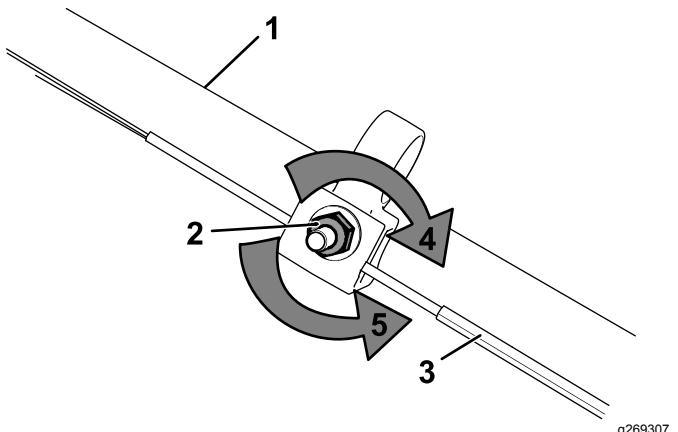

Figura 34
2. Ajuste la tensión del cable (Figura 34) tirando del mismo hacia atrás o empujándolo hacia adelante, y manténgalo en esa posición.
1. Gire la tuerca de ajuste en sentido antihorario para aflojar el cable (Figura 34).